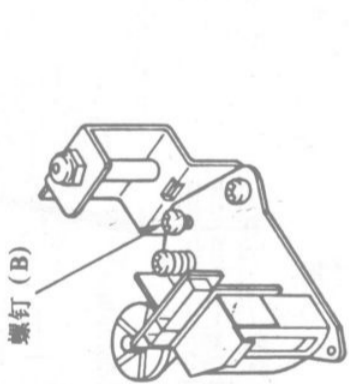
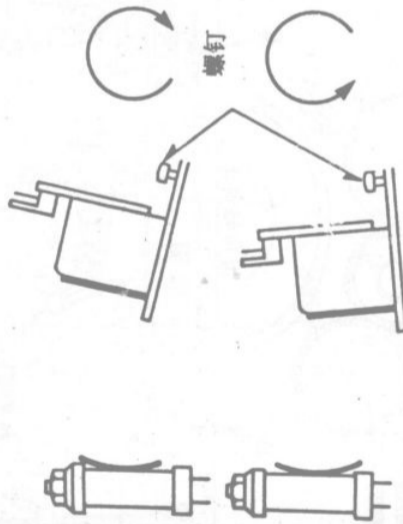

图 66
图 67
②如果磁带的上边缘或下边缘有波动, 则转动位于音 / 控磁头背部的螺钉(B), 校正音 / 控磁头的倾斜度, 如图 66 和图 67 所示。